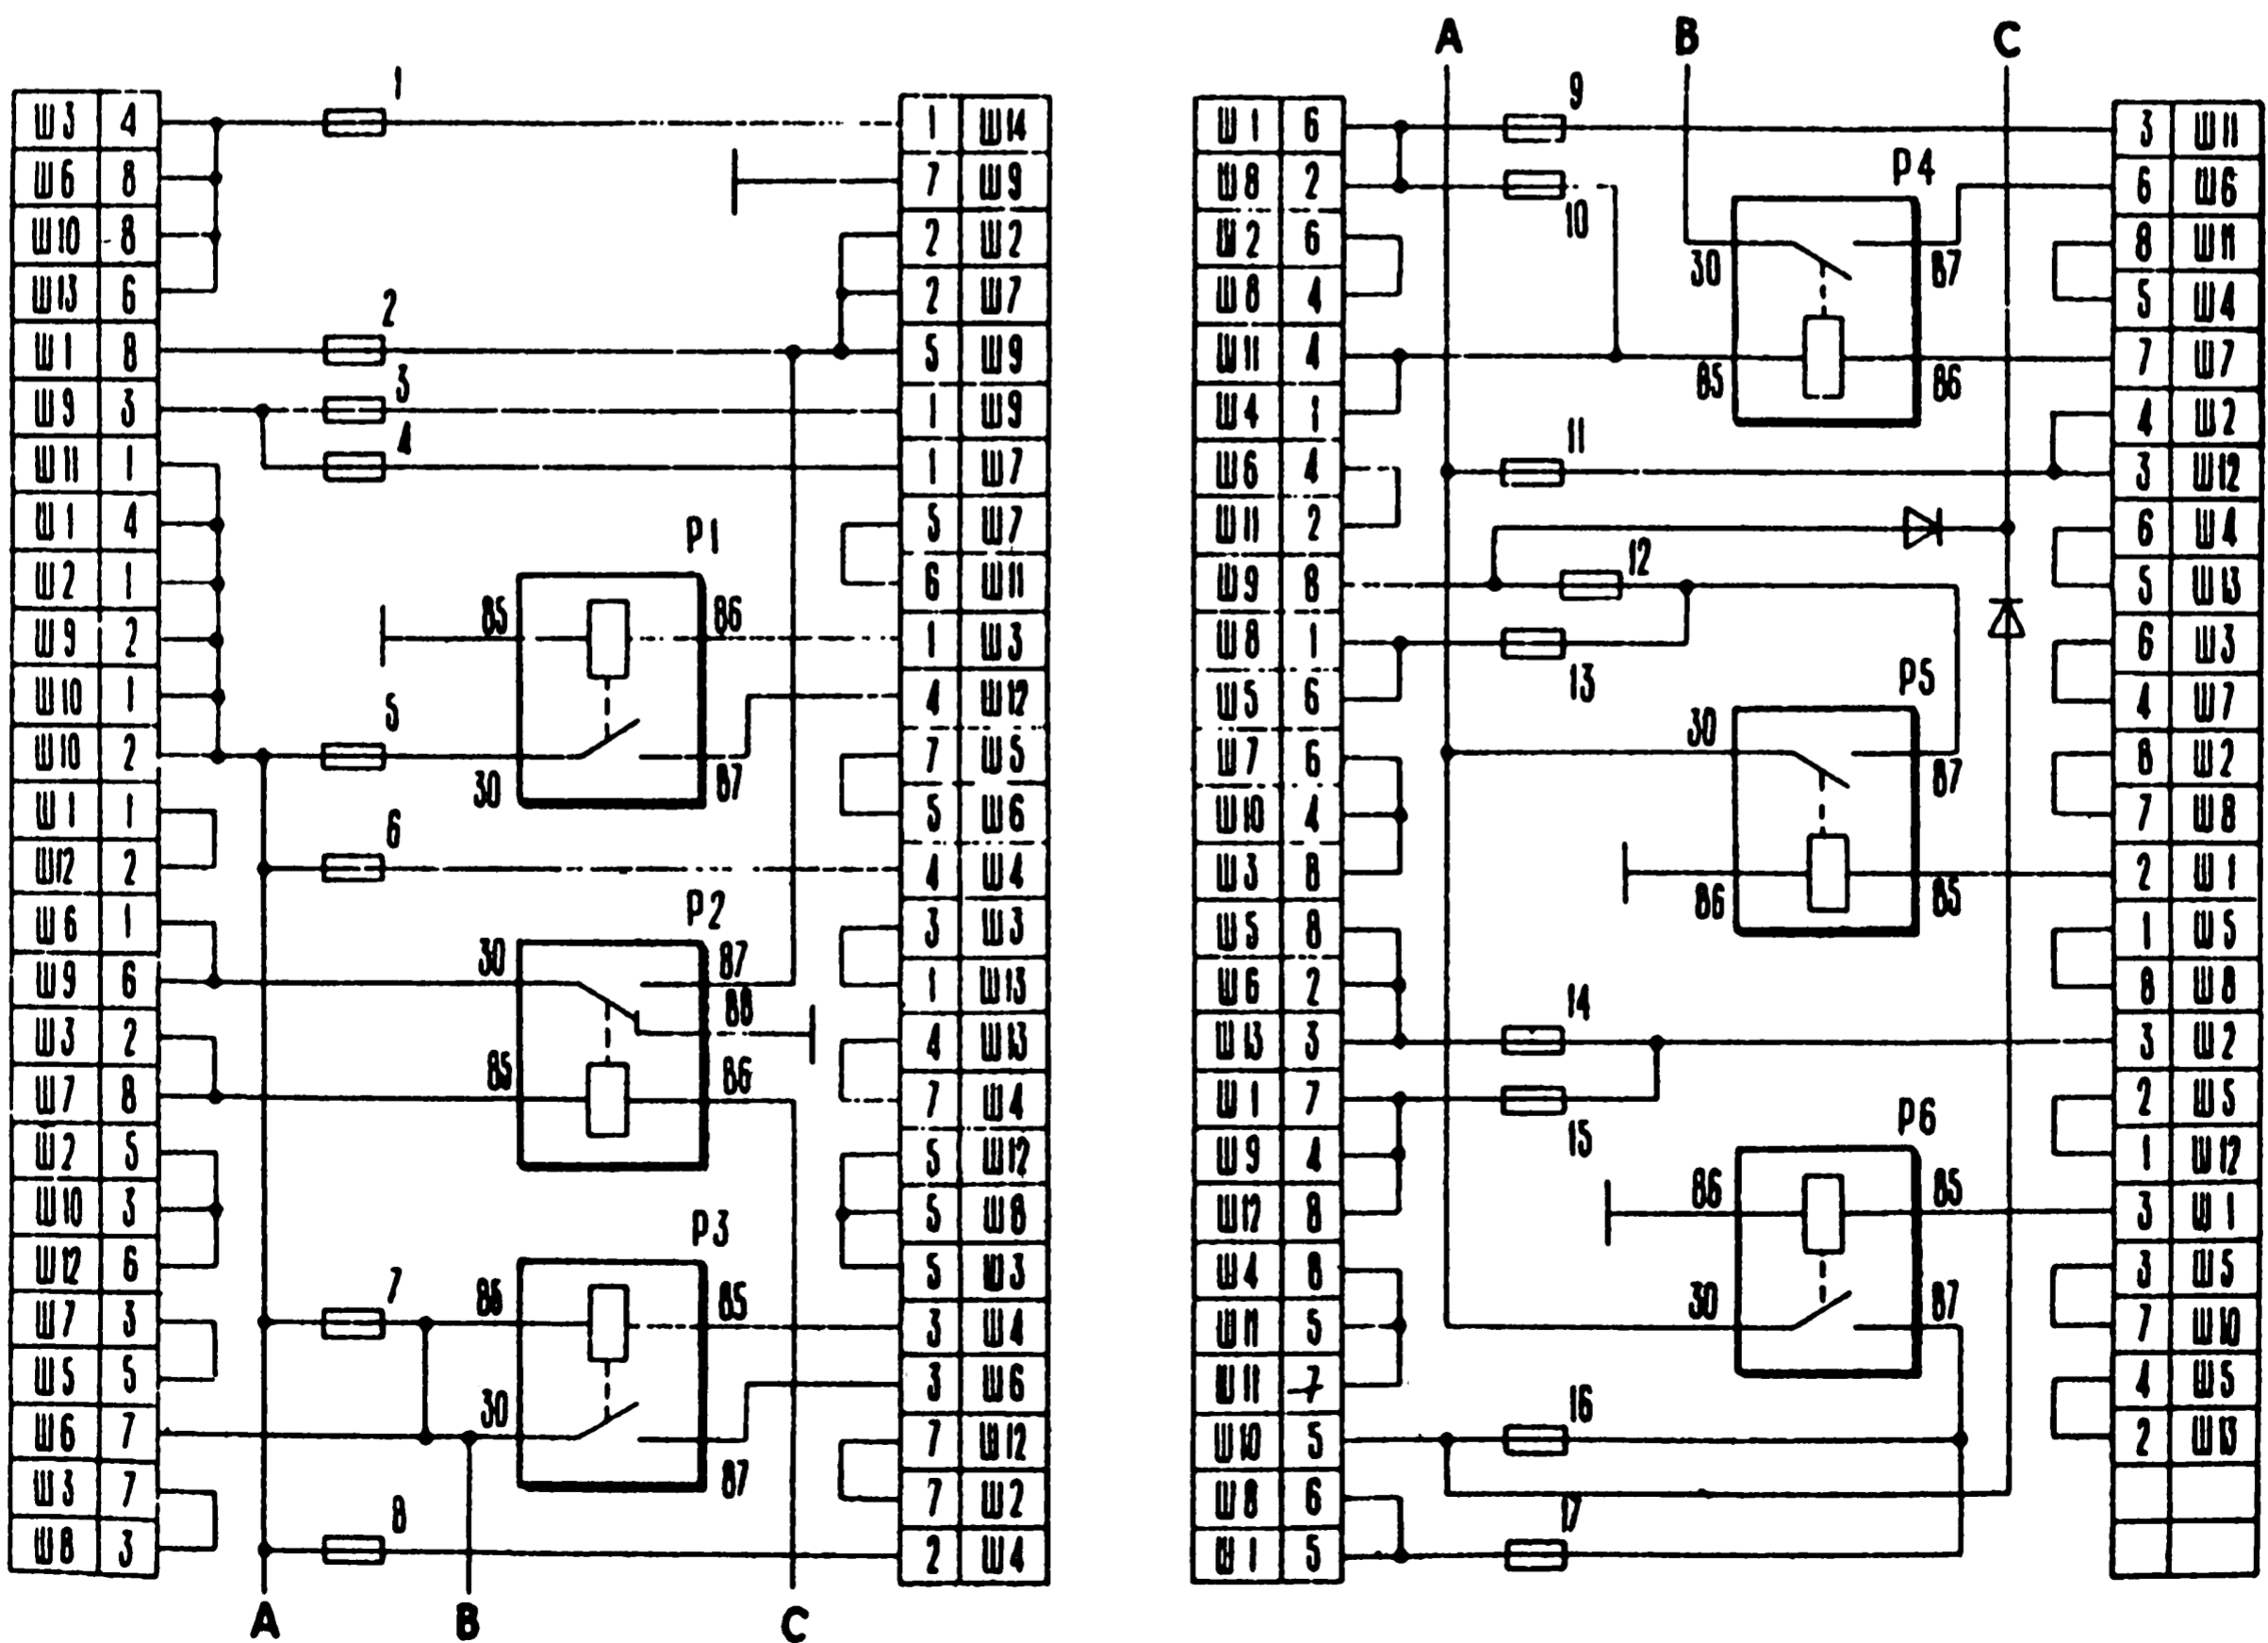

Рис. 7-4. Схема соединений монтажного блока (в обозначении выводов указаны номер колодки и условный номер штекера)
**Монтажный блок.** Все предохранители и вспомогательные реле установлены в отдельном монтажном блоке (рис. 7-2), расположенном в отсеке двигателя. Кроме того, через монтажный блок осуществляется соединение пучков проводов отсека двигателя с пучком проводов панели приборов и с задним пучком. Условные номера штекеров в соединительных колодках монтажного блока и цвета присоединяемых к ним проводов указаны на рис. 7-3. Схема внутренних соединений монтажного блока представлена на рис. 7-4.